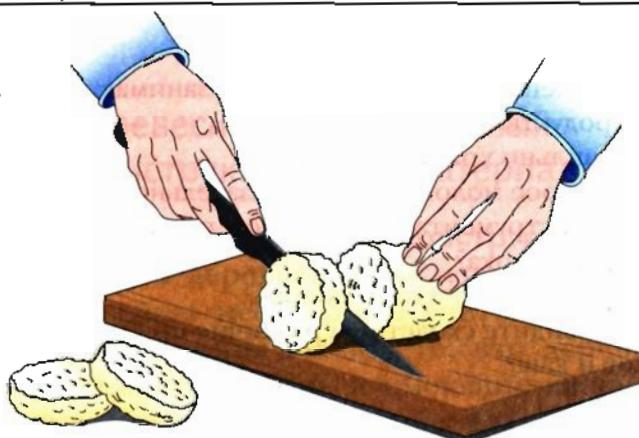

Рис. 78. Формование сырников
3. Полученную массу выложите на разделочную доску, раскатайте колбаской (диаметр — 6–7 см), нарежьте на порции толщиной 1,5 см (рис. 78) и придавайте им форму сырников.